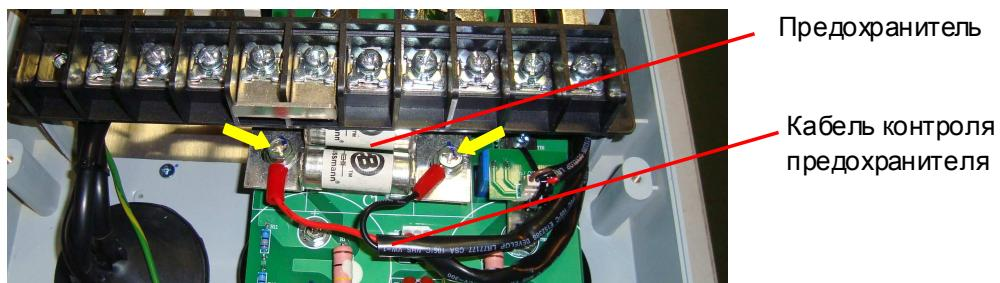

Рис. 7.19
7.10.1. Установить предохранитель на стойки ёмкостной платы (рис. 7.19).
7.10.2. Прикрутить предохранитель двумя винтами (рис. 7.19, желтые стрелки) вместе с наконечниками контрольного кабеля предохранителя (рис. 7.19).